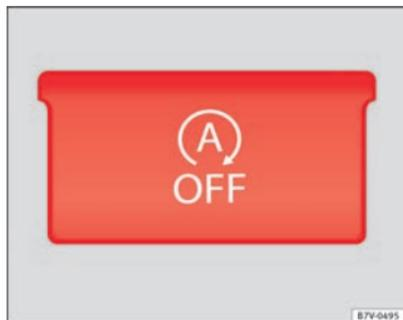

Abb. 141 Ansicht der Mittelkonsole: Taste für den Start-Stopp-Betrieb.
- Taste  in der Mittelkonsole drücken ⇒ Abb. 141.